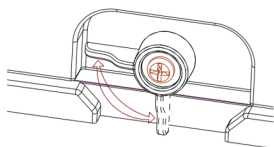

Figura 1
(1) Rode o botão de bloqueio do reservatório de água para a esquerda (ver figura 1), puxe o reservatório de água amovível e, em seguida, verta lentamente um pouco de água limpa da torneira para o interior do reservatório (figura 2). **Nota:** Ao adicionar água, observe o nível da água através da marca de nível na parte traseira do reservatório. Não ultrapasse o nível máximo de água do reservatório quando adicionar água.